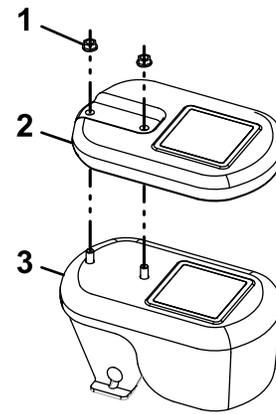

Figure 8
- Sur les machines équipées d'un plateau de coupe de 122 cm, ajoutez la masse plate à l'ensemble masse à l'aide des écrous ($\frac{3}{8}$ ") (Figure 8).